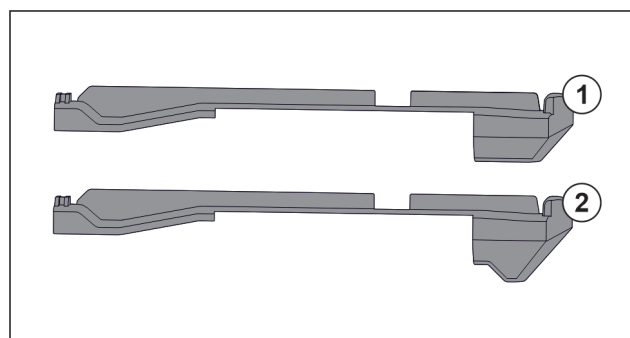

Fig. 54 Porównanie elementów nasadzanych
W urządzeniu znajdują się dwa różne elementy nasadzane. Element nasadzany nad najniższą szufladą Fig. 54 (2) posiada trójkątną krawędź. Wszystkie pozostałe elementy nasadzane Fig. 54 (1) mają prostą krawędź.
- ▶ Element nasadzany Fig. 54 (2) z trójkątną krawędzią umieścić nad najniższą szufladą.
- ▶ Element nasadzany Fig. 54 (1) z prostą krawędzią umieszczać we wszystkich pozostałych miejscach.